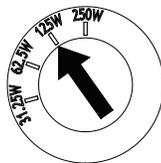

Figura 34
6. Utiliza un destornillador de cabeza plana para cambiar la derivación del transformador al nivel de potencia deseado tal como se muestra en la Figura 34.